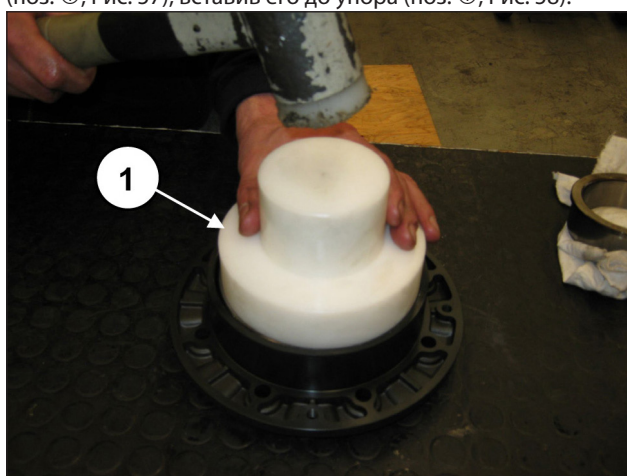
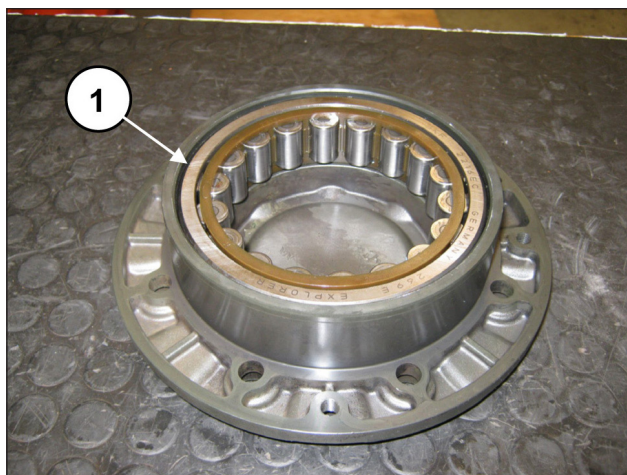

Рис. 57
Рис. 58
Повторите операцию на крышке подшипника, предварительно установив внешнее кольцо подшипника коленчатого вала с помощью инструмента арт. 27605000 (поз. ①, Рис. 57), вставив его до упора (поз. ①, Рис. 58).